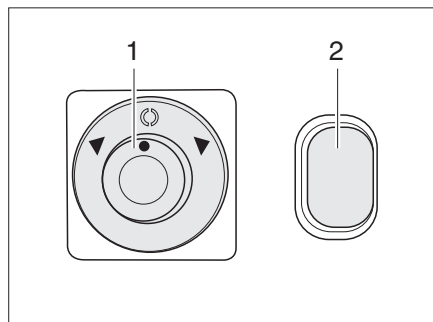

Bild 24 Schalter für elektrisch einstellbare Außenspiegel und Spiegelheizung
*Einstellen:* ■ Den Spiegel, der eingestellt werden soll, wählen. Dazu den Drehschalter (Bild 24,1) nach links oder rechts drehen.
■ Den Spiegel durch Drücken des Schalters (Bild 24,1) in die entsprechende Richtung einstellen.
*Heizung einschalten:* ■ Den Schalter (Bild 24,2) drücken. Die Kontroll-Leuchte im Schalter zeigt den Betrieb an.